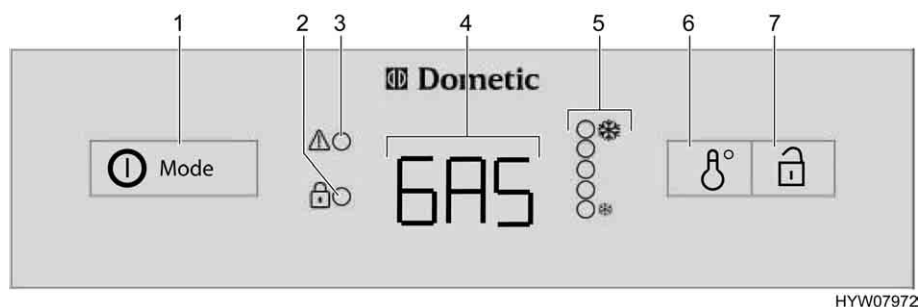

Fig. 221 Elementos de mando para el frigorífico (Dometic de la serie 8 con AES)
Con averías, parpadeará el visualizador LED avería "⚠" (Fig. 221,3).
Si se ha seleccionado el modo automático, **no** está conectada ninguna alimentación de 230 V y el motor del vehículo está **desconectado**, el AES seleccionará el suministro de gas. Al seleccionar el suministro de gas se abre automáticamente el seguro de encendido, de forma que puede fluir gas hacia el quemador. Simultáneamente se conecta el encendedor electrónico. Si se apaga la llama de gas, p. ej. debido a un golpe de viento, el encendedor se activa inmediatamente y enciende de nuevo el gas. Con una avería en el funcionamiento a gas, en el piloto (Fig. 221,4) parpadeará el texto "GAS".
Una vez conectado, el frigorífico selecciona automáticamente el ajuste medio del termostato. Este ajuste puede regularse posteriormente a mano con el conmutador para el ajuste de temperatura (Fig. 221,6). Los visualizadores LED (Fig. 221,5) indican el ajuste seleccionado del termostato. Con el interruptor se ajusta la temperatura de refrigeración para los tres tipos de energía. Pasan algunas horas hasta que el frigorífico alcanza la temperatura de servicio normal. Al conmutar el modo de funcionamiento se mantiene el ajuste del termostato. La temperatura de refrigeración se mantiene independientemente del tipo de energía.
- Pulsar el conector/selector de energía (Fig. 221,1) 2 segundos para conectar el aparato. Se visualiza el último modo de funcionamiento seleccionado en el piloto (Fig. 221,4).
- Seleccionar el tipo de energía con el conector/selector de energía (Fig. 221,1).
- La temperatura de refrigeración puede ser ajustada en el conmutador para el ajuste de temperatura (Fig. 221,6). Los visualizadores LED (Fig. 221,5) indican el ajuste seleccionado del termostato.
- Pulsar el conector/selector de energía (Fig. 221,1) 2 segundos. Todos los visualizadores se apagan.